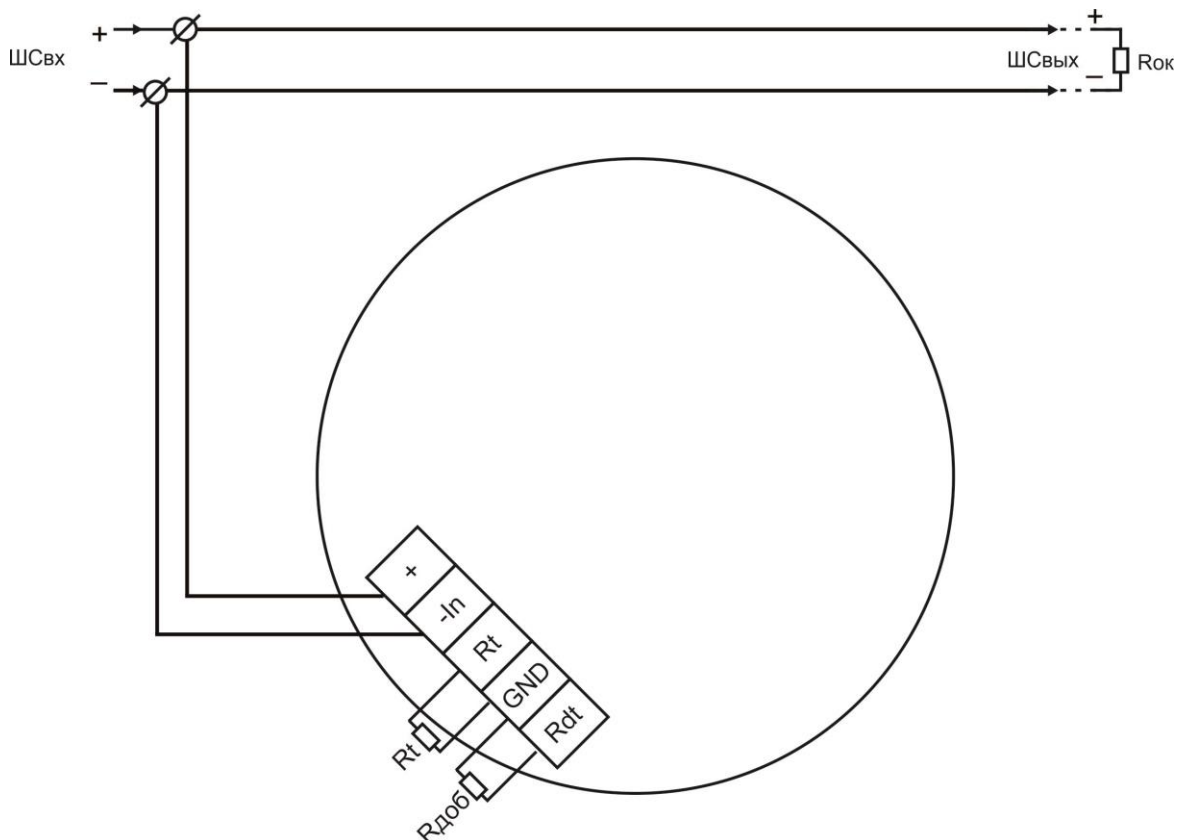

Рисунок 5 – 2-х проводная схема подключения
Подключение извещателя осуществляется по 2-х проводной линии связи в соответствии с рис. 5 настоящего РЭ.
- осуществить монтаж соединительного кабеля в кабельном вводе и соединить проводники в соответствии со схемой подключения к ППК, рис. 5.